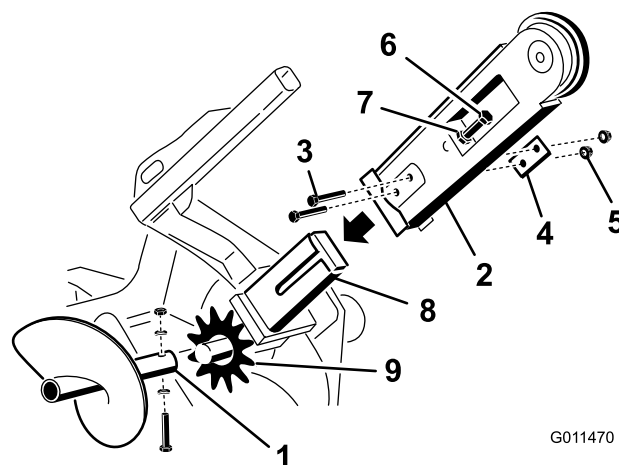

Figure 4
2. Retirez le boulon, les rondelles doubles et l'écrou qui fixent la vis sans fin de débrayage et déposez la vis sans fin (Figure 4). Mettez les fixation de côté.
3. Retirez les 2 boulons, écrous et doubles rondelles de chaque côté de la flèche (Figure 4).
4. Desserrez le boulon de réglage et l'écrou de blocage (Figure 4).